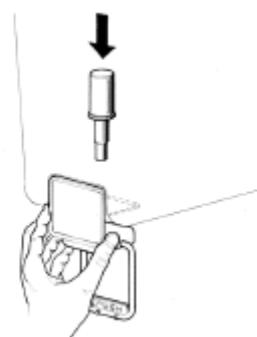

рис. 5
3. Поршневой кран: вновь смонтируйте рукоятку управления краном, затем введите внутрь поршень с соответствующей прокладкой (см. рис. 5).